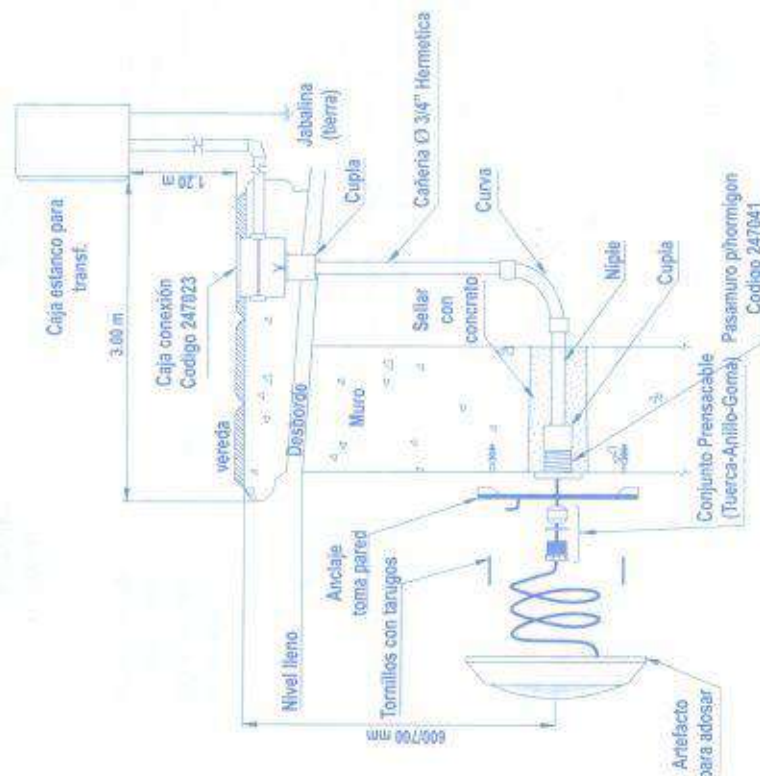

Fig. 1 - Instalación Hormigón / Mampostería
- En el lugar elegido para aplicar la lámpara de adosar se deberá realizar un orificio cuyo diámetro permita ubicar el **pasamuro con prensacable** código 247041 más una extensión de Cupla y Niple hasta afuera de la pared (ver Fig. 1 y 2). Luego sellará herméticamente con concreto y terminación fina interior.